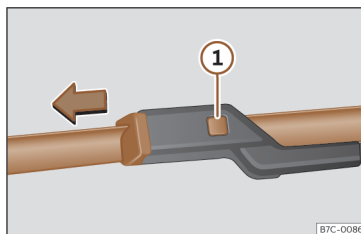

Fig. 173 Substituição das escovas do limpador para-brisas.
- Mantenha pressionado o botão de desbloqueio >>> Fig. 173 ① puxando ligeiramente pela escova no sentido da seta.